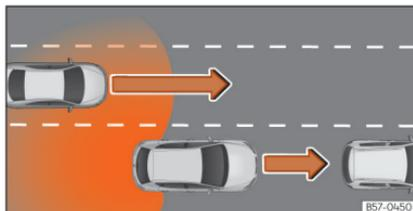

Fig. 129 Ultrapassagem com trânsito na parte traseira.
- Quando se é ultrapassado por outro veículo »» **Fig. 129**.